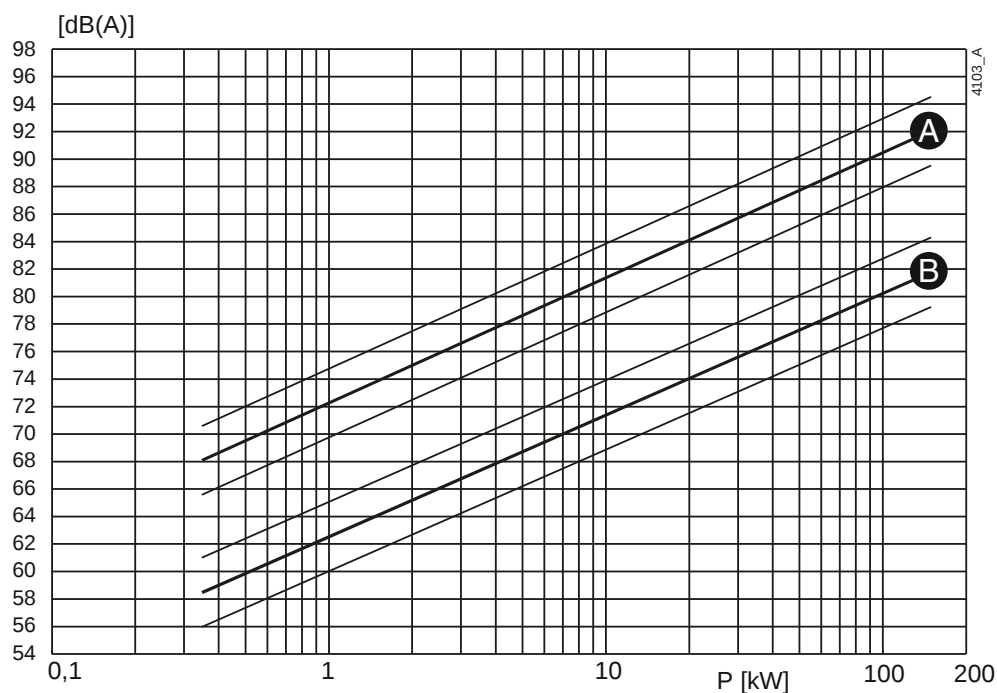
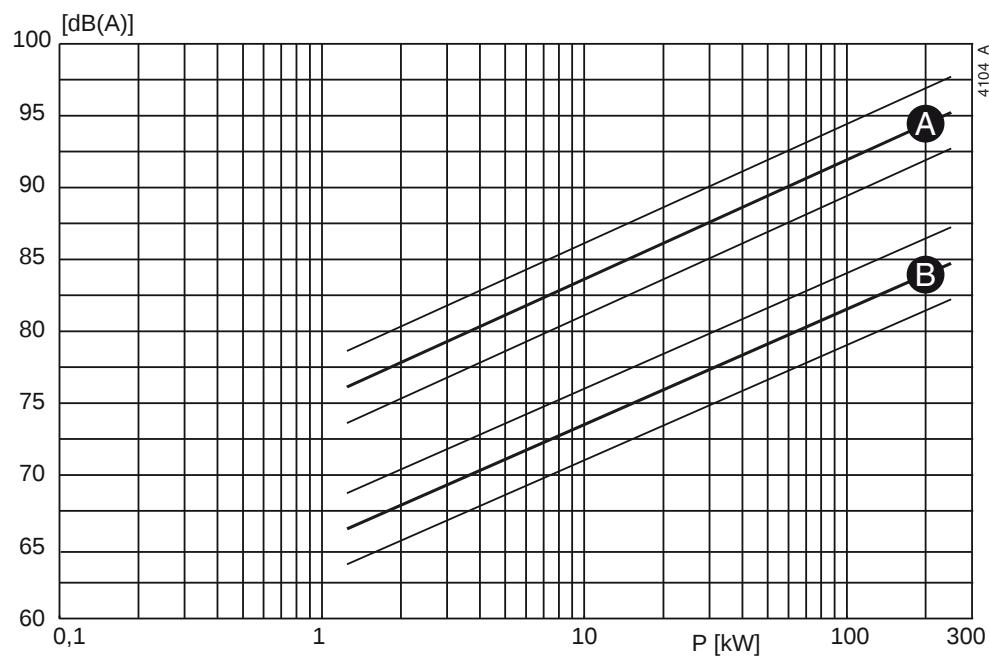

Figure 27: Niveau de bruit en fonction de la puissance de la pompe [kW]
Figure 28: Niveau de bruit en fonction de la puissance de la pompe [kW]
- 1 Déterminez le niveau sonore (L_1) de la pompe, voir figure 27 ou figure 28.